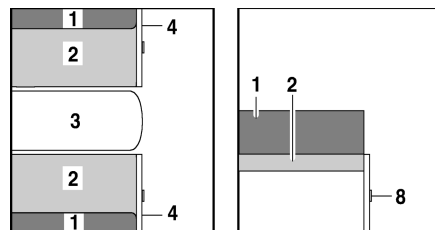

Bild 82 Vor dem Vergrößern
- Tisch (Bild 82,3) vergrößern (siehe Abschnitt 7.8).
- Griff (Bild 82,8) ziehen und Klappe (Bild 82,4) öffnen.